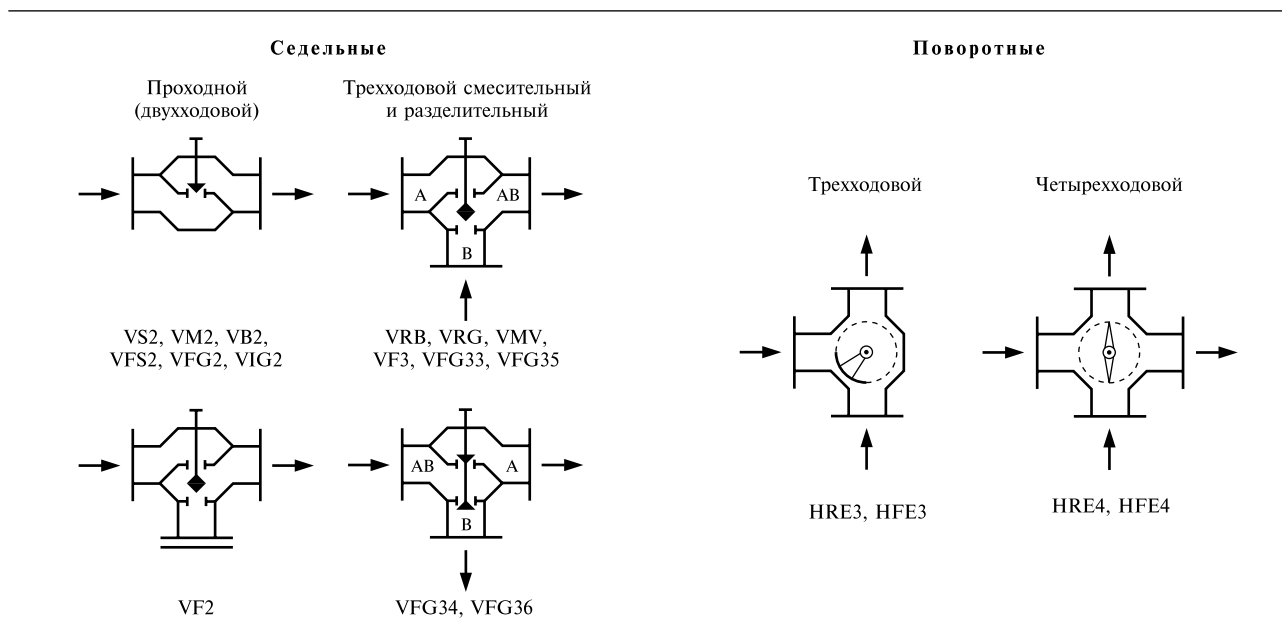

Рис. 25. Типы регулирующих клапанов
- ▶ по принципу действия — поворотные серии HRE и HFE и седельные — все остальные (рис. 25). По сравнению с поворотными седельные клапаны обеспечивают более качественное регулирование и меньшую протечку в закрытом состоянии, а также способны работать при высоких параметрах регулируемой среды и перепадах давлений. (Поворотные клапаны подробно в настоящем пособии не рассматриваются.)